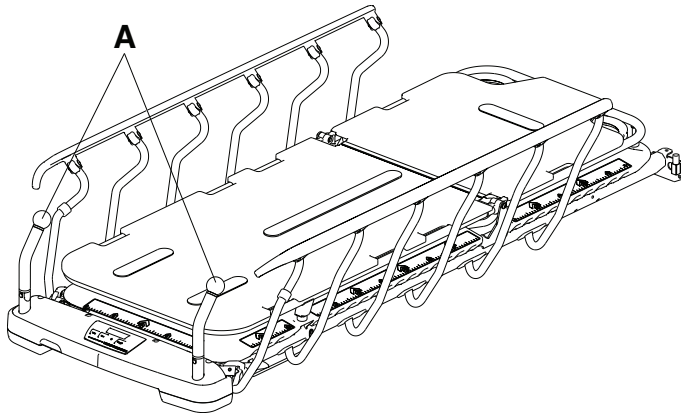

Figura 11 – Colocación de los mangos de empuje del extremo de los pies
1. Gire los mangos (A) hacia arriba desde el extremo de los pies del producto (Figura 11).